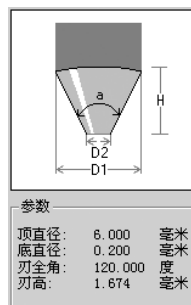

图 3-8
在“刀具库设置”中我们察看 JD-120-0.2-6 的刃高。见图 3-8，刃高为 1.674mm，它是能够达到的深度。那么宽度为 12mm 的时候，刃高应该是 2 倍的 1.674，宽度为 18mm 的时候，刃高应该是 3 倍的 1.674，以此类推。如果我们测量的图形最宽位置的宽度为 16mm，那么在此位置能够达到的最深雕刻深度应该小与 3 倍的 1.674，也就是 5.022，这个时候我们可以在雕刻深度以栏内输入 5 或者 6 甚至更大都可以。
- 2) **刃高的限制：**我们来看图 3-8，JD-120-0.2-6 的锥度刀，刃高是 1.674。刀具是依靠切削刃切削材料来完成加工的，没有切削刃的部位是不能够参与切削加工的。在广告行业的三维清角加工中，一定要注意刀具的吃刀深度要受刀具的刃高限制！